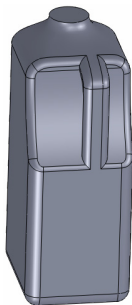

图 16-35 创建圆角特征
(11) 单击【圆角】按钮，弹出【圆角】属性管理器，选择合适的边线，设置变半径参数均为 0.3，单击【确定】按钮，即可创建圆角特征，如图 16-35 所示。